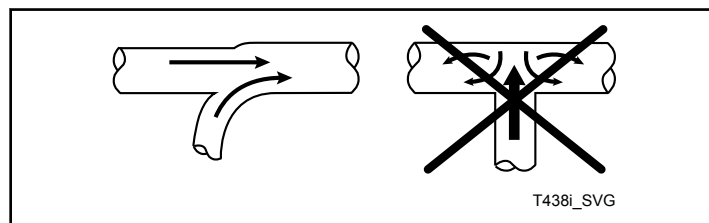

Abbildung 19
**HINWEIS: Abluftkanäle von Trocknern nie im Winkel von 90° an den Sammelkanal anschließen. Siehe *Abbildung 19*. Andernfalls wird übermäßiger Staudruck erzeugt, der die Trockenleistung beeinträchtigt. Keine zwei Abluftkanäle von Trocknern direkt einander gegenüberliegend am Eintrittspunkt in den Sammelkanal anschließen.**